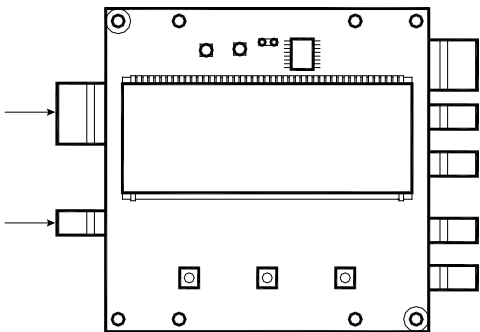

Abbildung 30: Kabel zu Steckern
- 4. Die Kabel mit den entsprechenden Steckern auf der linken Seite der Platine wie in *Abbildung 30* gezeigt verbinden.